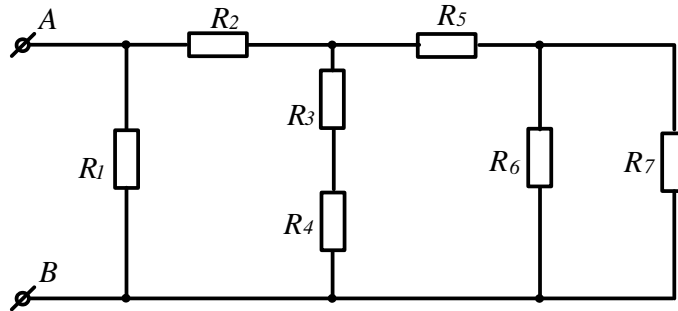

Рисунок 6
**Задача 1.** Определить эквивалентное сопротивление цепи (рис.6) между зажимами АВ, если  $R_1=R_2=15 \text{ Ом}$ ,  $R_3=R_6=20 \text{ Ом}$ ,  $R_4=R_5=17,5 \text{ Ом}$ ,  $R_7=12 \text{ Ом}$ .